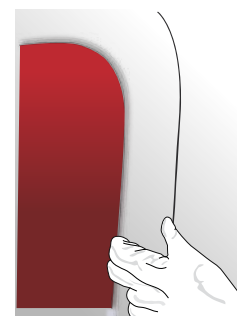

Abbildung 15
- › Das überschüssige Material der oben liegenden Folie wie auch das TIRODECO-Abdeckband bzw. der WRAPKNIFE-Schneidedraht sind zu entfernen. Die Folie ist mit dem Finger oder mit der mit Wollfilz überzogenen Kunststoffraker fest auf dem Rand anzubringen. (Abb. 15)